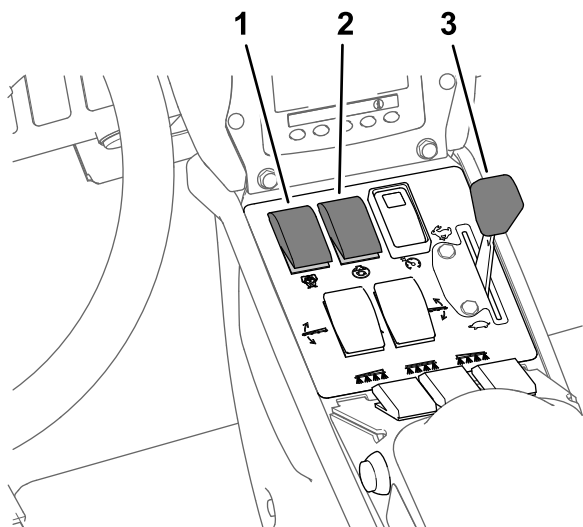

Figura 45
8. Coloque o interruptor de agitação e o interruptor da bomba do pulverizador na posição LIGAR (Figura 45).
9. Coloque a alavanca na posição RÁPIDO (Figura 45).
Nota: Este procedimento assume que a bomba de pulverização está ligada; consulte Figura 45 em Pulverização no Modo de taxa de aplicação (página 40).
4. Ajuste o acelerador para a velocidade do motor desejada; consulte Figura 45 em Pulverização no Modo de taxa de aplicação \(página 40\).